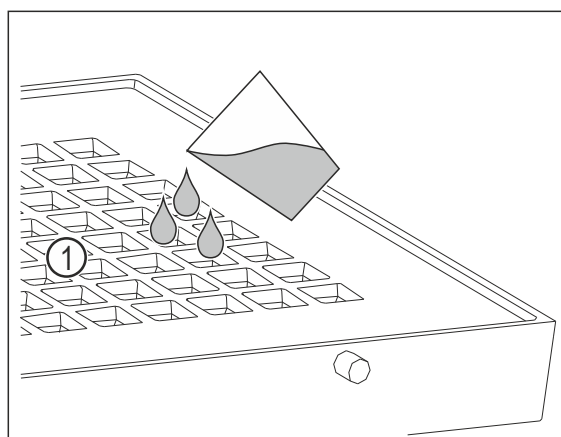

Fig. 109
► Riempire un massimo di 400 ml di acqua attraverso i fori Fig. 109 (1) nella copertura.